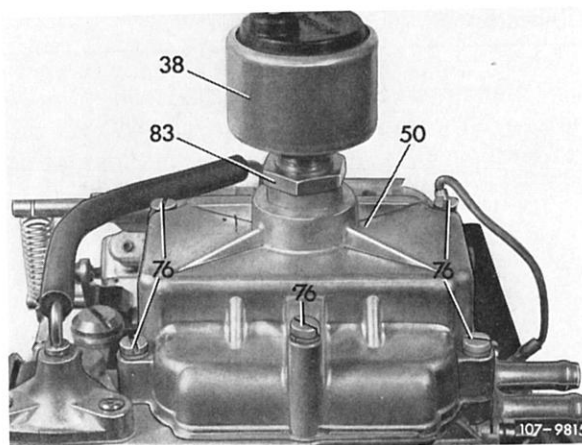

Bild 07-4/9 a
14 Sechskantmutter (83) am Leerlaufabschaltventil (38) lösen und Abschaltventil heraus-schrauben (Bild 07-4/9 a).